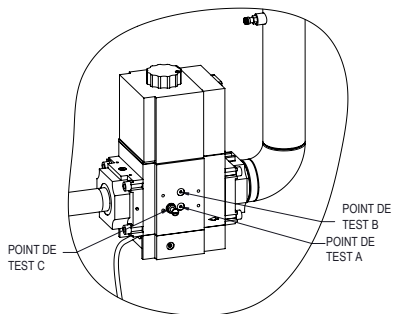

Figure 84. Emplacements de mesure de pression de gaz
2. Connectez un manomètre gradué de 12 po à un point de purge situé en amont, sur le tuyau d'alimentation en gaz de la chaudière (point de mesure "A", **Figure 84**).
3. Connectez un manomètre gradué de 24 po à un point de mesure de pression situé près du robinet d'arrêt, en aval de la vanne de gaz (point de mesure "C", 82, à la Figure 84).
- Mesurez la pression de gaz du distributeur au point de mesure de la sortie de la vanne de gaz (point d'essai "C", **Figure 84**). Reportez-vous au **Table AD** et au **Table AF** pour connaître les valeurs cibles.